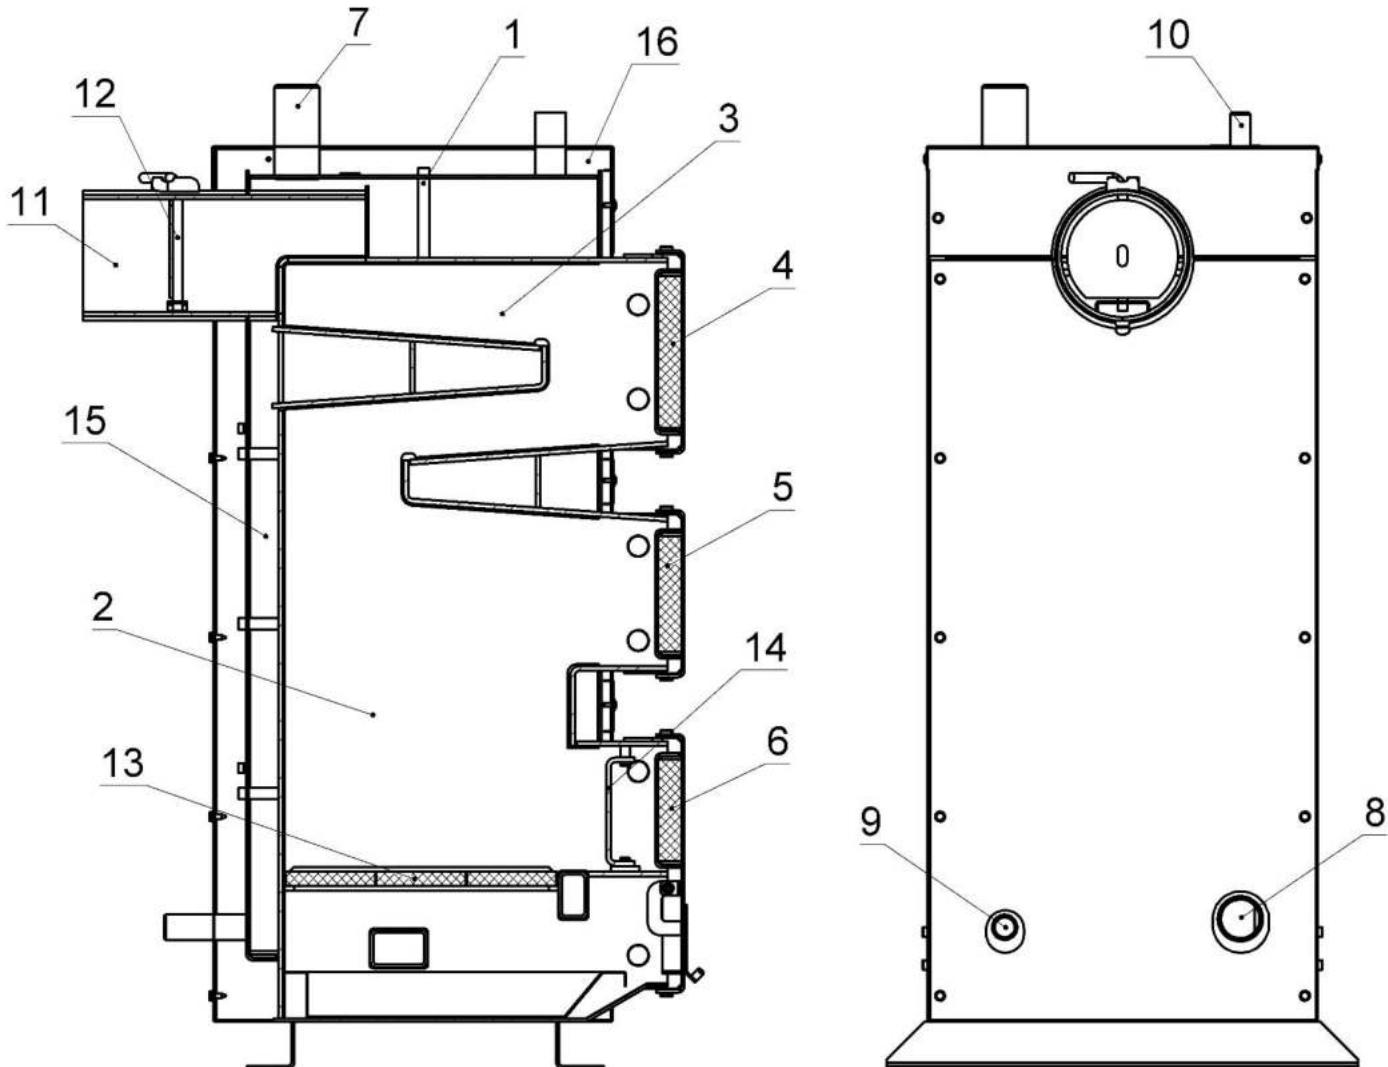

Рисунок 5.1 – Зовнішній вигляд та основні елементи котла типу КТД
Конструктивно котел являє собою збірно-зварену конструкцію, що складається з корпуса (поз. 1, рис. 5.1) з камeroю згоряння (топкою) (поз. 2, рис. 5.1). Над топкою розташована конвекційна частина котла (поз. 3, рис. 5.1), що являє собою високоефективний двоходовий теплообмінник.
Корпус котла виконаний в формі паралелепіпеду з подвійними стінками, які розділені водними перегородками (поз. 15, рис. 5.1). На зовнішній поверхні корпуса під декоративною обшивкою закріплена теплова ізоляція. (поз. 16, рис. 5.1). Паливо для процесу спалення завантажується на колосникові грати (поз. 13, рис. 5.1) крізь завантажувальні дверцята (поз. 5, рис. 5.1). Колосникові грати виконані з чавуну. Згоряння палива в топці відбувається за участю повітря, яке постачається в топку наступним чином:
Підведення і відведення теплоносія здійснюється відповідно через патрубки зворотної мережної води (поз. 8, рис. 5.1) і прямої мережної води (поз. 7, рис. 5.1).
Топочні гази виходять у димохід крізь боров (поз. 11, рис. 5.1), розташований у задній частині котла. Боров обладнано вбудованим дросельним клапаном продуктів згоряння – шибером (поз. 12, рис. 5.1). У випадку надто високої тяги у димоході шибер дає можливість її знизити шляхом часткового перекривання вихідного отвору борова.
У верхній частині корпуса котла розташований штуцер для встановлення групи безпеки котла (поз. 10, рис. 5.1).
На бічній стінці корпуса у нижній її частині розміщено штуцер для зливу води з котла (поз. 9, рис. 5.1).
- дверцята для періодичного обслуговування (чищення) конвекційної частини котла (поз. 4, рис. 5.1);
- ревізійний дверцята (поз. 6, рис. 5.1) для періодичного чищення колосникових грат.
Регулятор тяги необхідно приєднати до патрубка з внутрішньою різьбою, який знаходиться у верхній частині корпуса (рис. 5.1). Різьбове з'єднання при цьому потрібно ущільнити. Регулятор повернути таким чином, щоб наконечник для закріплення шестигранного важеля (з комплекту регулятора) був направлений вправо.